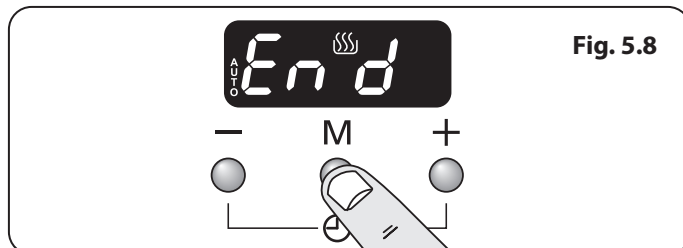
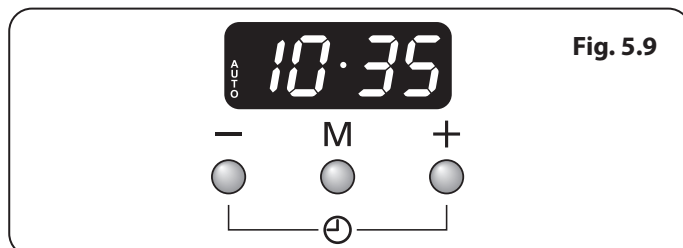

Fig. 5.8
Fig. 5.9
2. Tryck på lägesknappen [M] tills displayen blinkar (End) (Fig. 5.8). Välj därefter "stopptid" med knapparna [+] eller [-]. Den aktuella tiden visas tillsammans med ordet "AUTO" (Fig. 5.9).